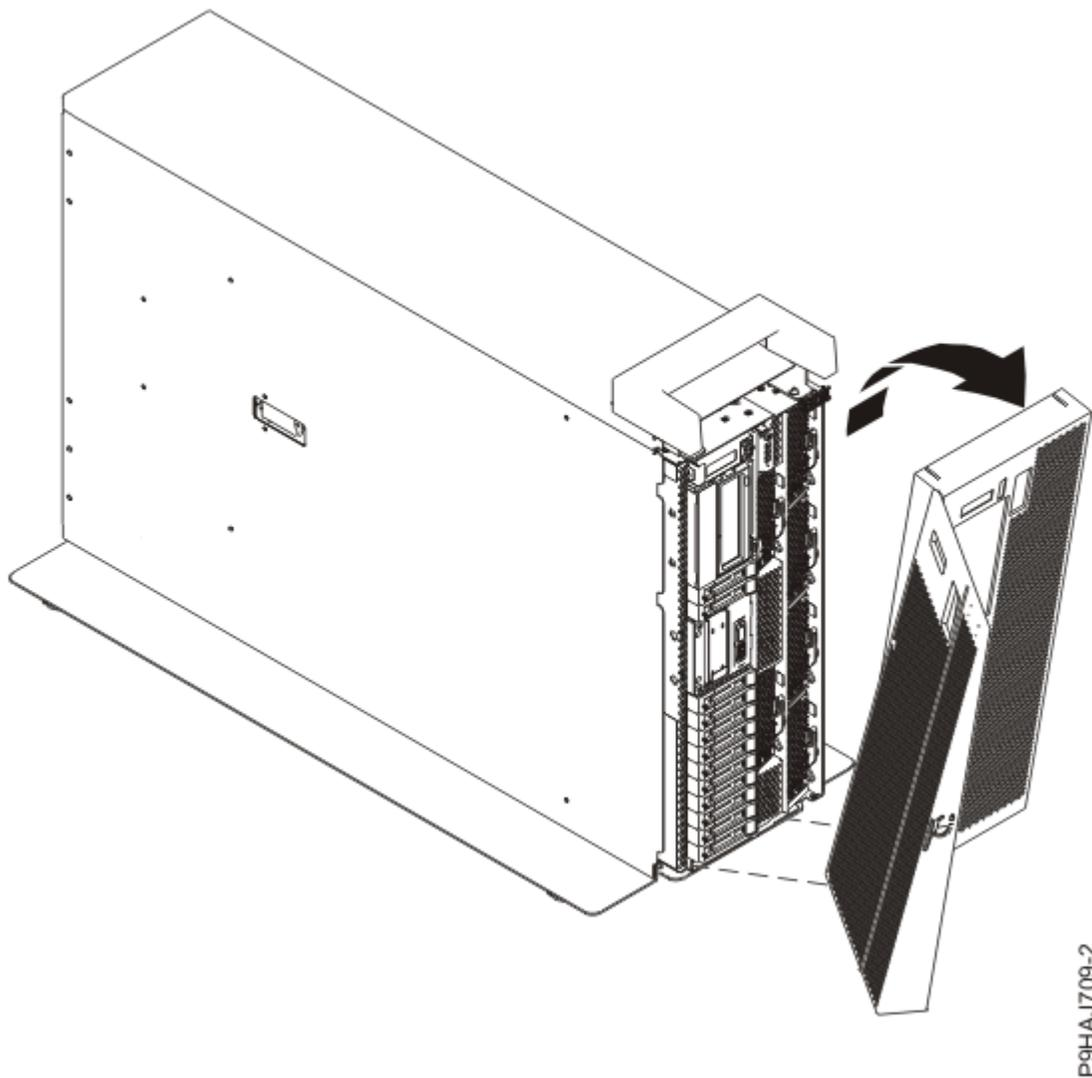

Abbildung 55. Vordere Abdeckung ausbauen
- d) Ziehen Sie die Abdeckung vom System ab (siehe Abbildung 55 auf Seite 60).